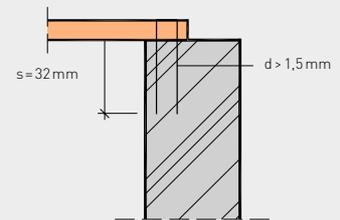

Bild 3: Klammern
- nach allgemein bauaufsichtlicher Zulassung, Drahtdurchmesser  $d_n > 1,5$  mm, Mindesteinschlagtiefe  $s = 32$  mm (siehe Bild 3)